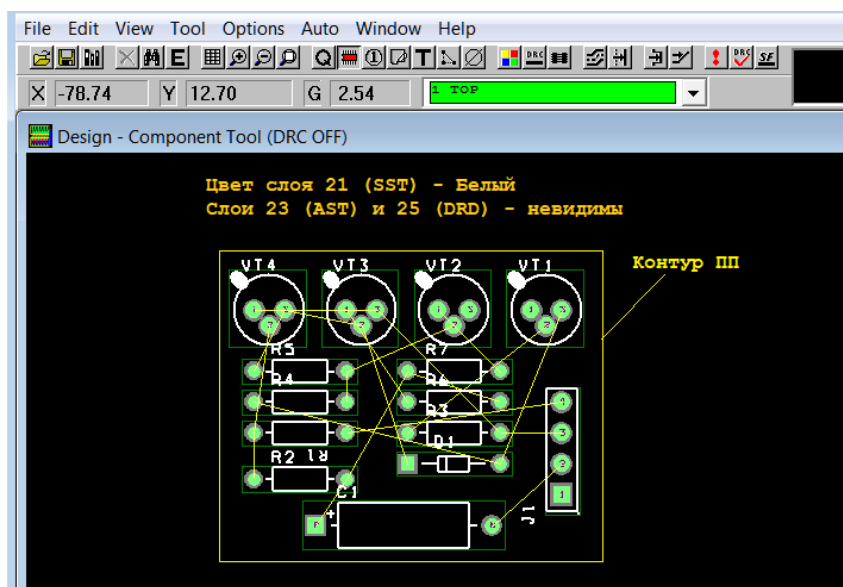

Рис. 6.7. Примерное расположение компонентов и контура ПП.
2. Вручную сгруппируйте компоненты (Рис. 6.7), выделяя и буксируя их мышью. Можно также вращать компонент с угловым шагом 90° (клавиша R).
4. Нарисуйте физический контур печатной платы (Рис. 6.7). Для этого активируйте слой Global Layer, используя либо выпадающее меню слоев на панели редактора Layout, либо нажав клавишу с цифрой 0. Затем нажмите кнопку Obstacle Tool , поместите крест курсора в начальную точку контура ПП и щелкните левой кнопкой мыши. Крестик станет маленьким. Установите толщину линии, равную 10 mils (0,025 мм): нажмите правую кнопку мыши, выберите Properties, в окне Width диалога Edit Obstacle введите требуемую величину и щелкните кнопку **OK**. Начиная рисование, щелкая левой кнопкой мыши на вершинах многоугольника. После завершения рисования в контекстном меню (правая кнопка мыши) выберите Finish.